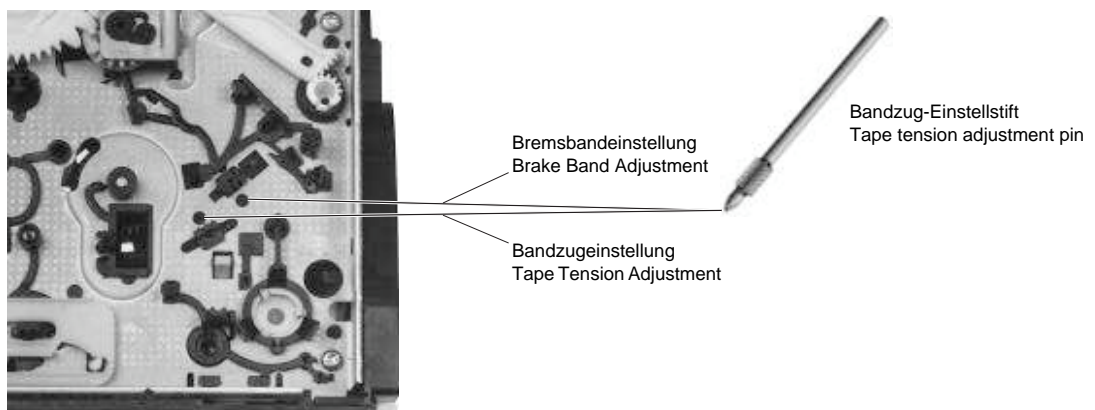
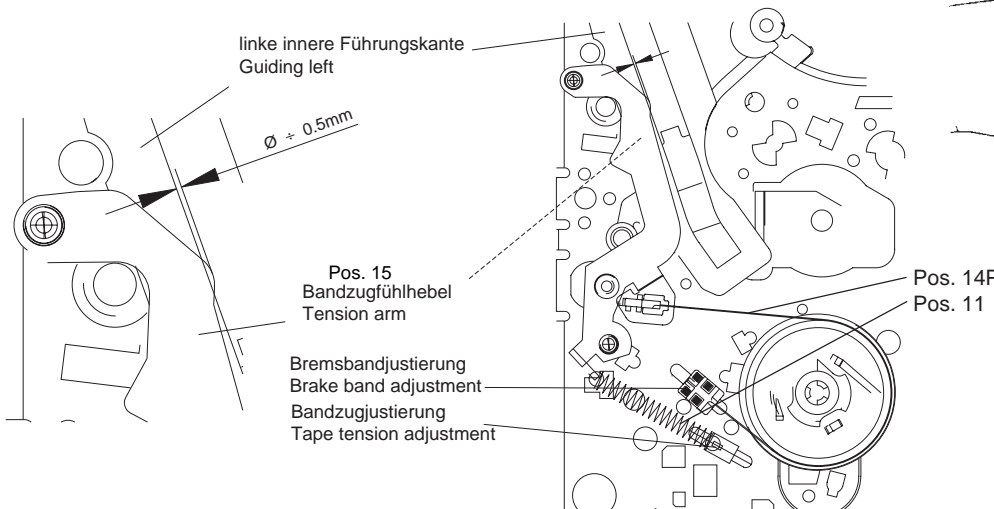

Fig. 26
Fig. 27
- Mittels Bandzug-Einstellwerkzeug (von der Unterseite des Laufwerks, Fig. 26) das Bremsband (Fig. 27, Pos. 14P) so einstellen, daß die Nase des Bandzugfühlers (Pos. 15) deckungsgleich mit der linken inneren Führungskante der Führung links ist (Fig. 27).
- Mit dem Bandzug-Einstellwerkzeug die Feder (Fig. 27, Pos.11) auf einen Bandzug von  $0,24N \pm 0,02N$  ( $24g \pm 2g$ ) einstellen (Fig. 27).
- Adjust the brake band (Fig. 27, Pos. 14P) by means of the tape tension adjustment tool (from the underside of the tape deck, Fig. 26) so that the edge of the elbow of the tape tension arm (Pos. 15) overlaps with the left inner edge of the left guide (see Fig. 27).
- Adjust the spring (Fig. 27, pos.11) to a tape tension of  $0.24N \pm 0.02N$  ( $24g \pm 2g$ ) by means of the tape tension adjustment tool (Fig. 27).